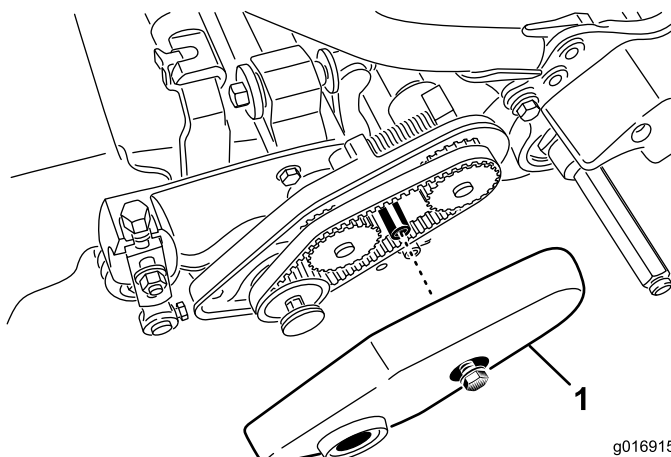

Figure 13
2. Desserrez le boulon à embase qui fixe le couvercle de la courroie et déposez le couvercle pour exposer la courroie (Figure 13).